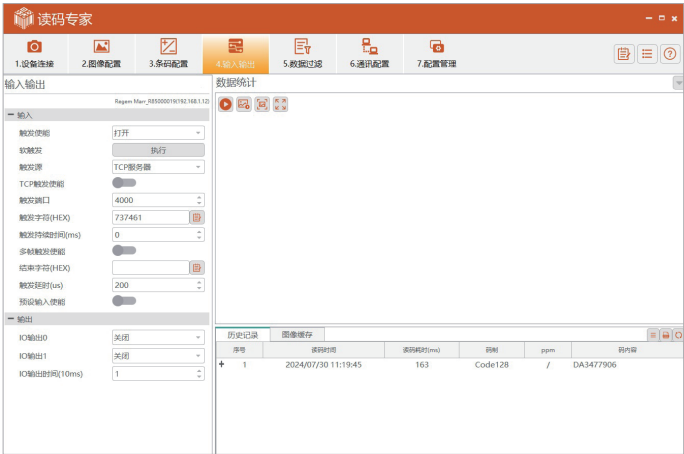

图 4-2
- 2、如不关闭触发使能，需要外部触发信号或内部软触发，如图 4-2 所示。